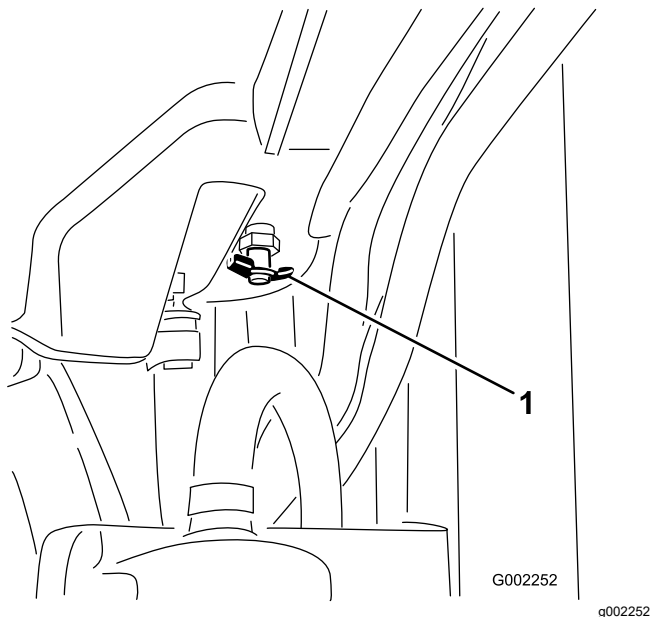

Figura 92
4. Abra la válvula de vaciado y deje que el refrigerante se drene en el recipiente (Figura 92).
5. Cierre la válvula de vaciado (Figura 92).